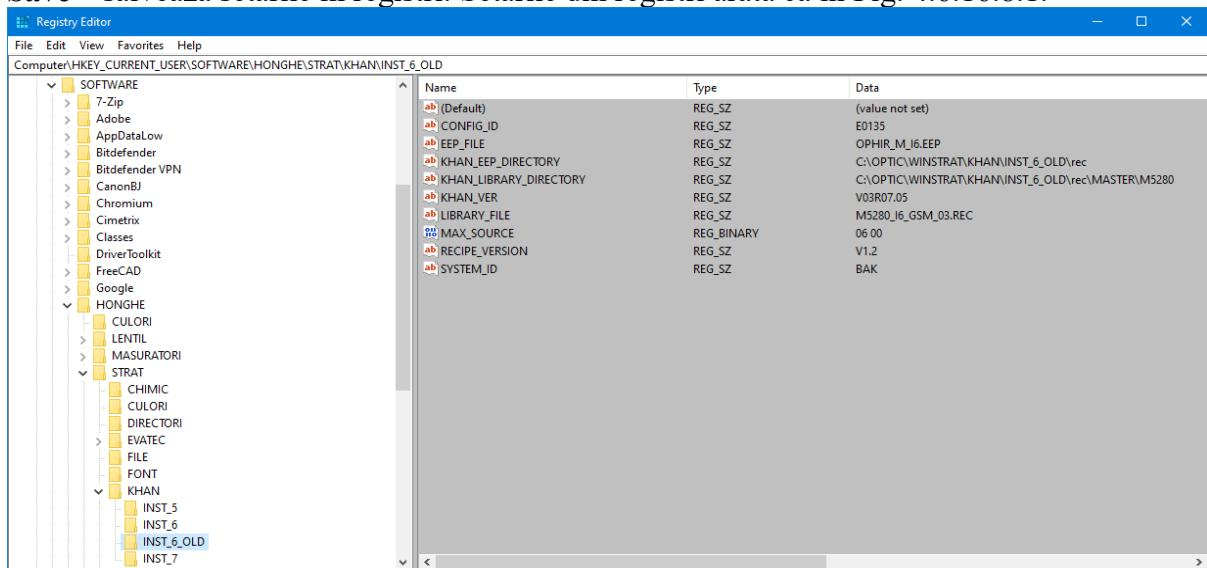

Fig. 4.6.16.8.1
- **Save** – salveaza setarile in registri. Setarile din registri arata ca in Fig. 4.6.16.8.1.
ATENTIE! Programul *STRAT* mai utilizeaza niste fisiere in care sunt setarile. Aceste fisiere se gasesc in ...*DEVICES**INST_VID* si au forma din Fig. 4.6.16.8. Aceste fisiere se editeaza manual. Cand se schimba setarile trebuie actualizate si aceste fisiere.